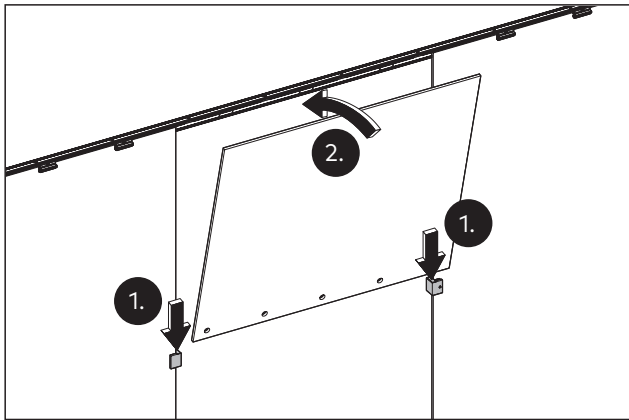

Abb. 7 Das Oberlicht einsetzen
4. Das Oberlicht auf die Montagehilfen aufsetzen (Abb. 7/1) und gegen das Aufnahmeprofil schwenken (Abb. 7/2).